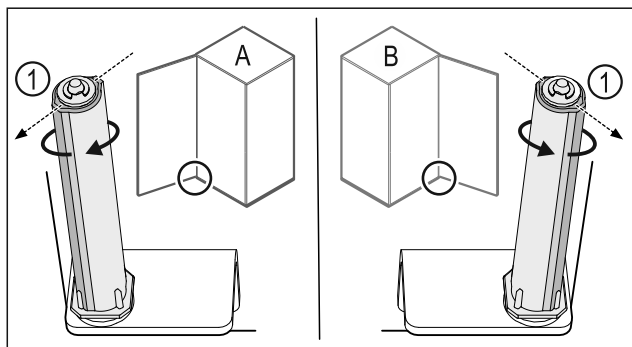

Fig. 42 Levý doraz (A) / pravý doraz (B)
- Otáčejte uzavíracím systémem proti odporu, dokud nebude lamela uzavíracího systému Fig. 42 (1) ukazovat směrem ven.